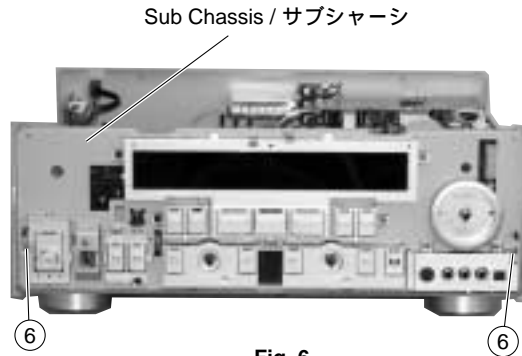

Fig. 6
- Remove 2 screws (⑥) and then remove the Sub Chassis. (Fig. 6)
- ⑥のネジ2本を外し、サブシャーシを取り外します。(Fig. 6)